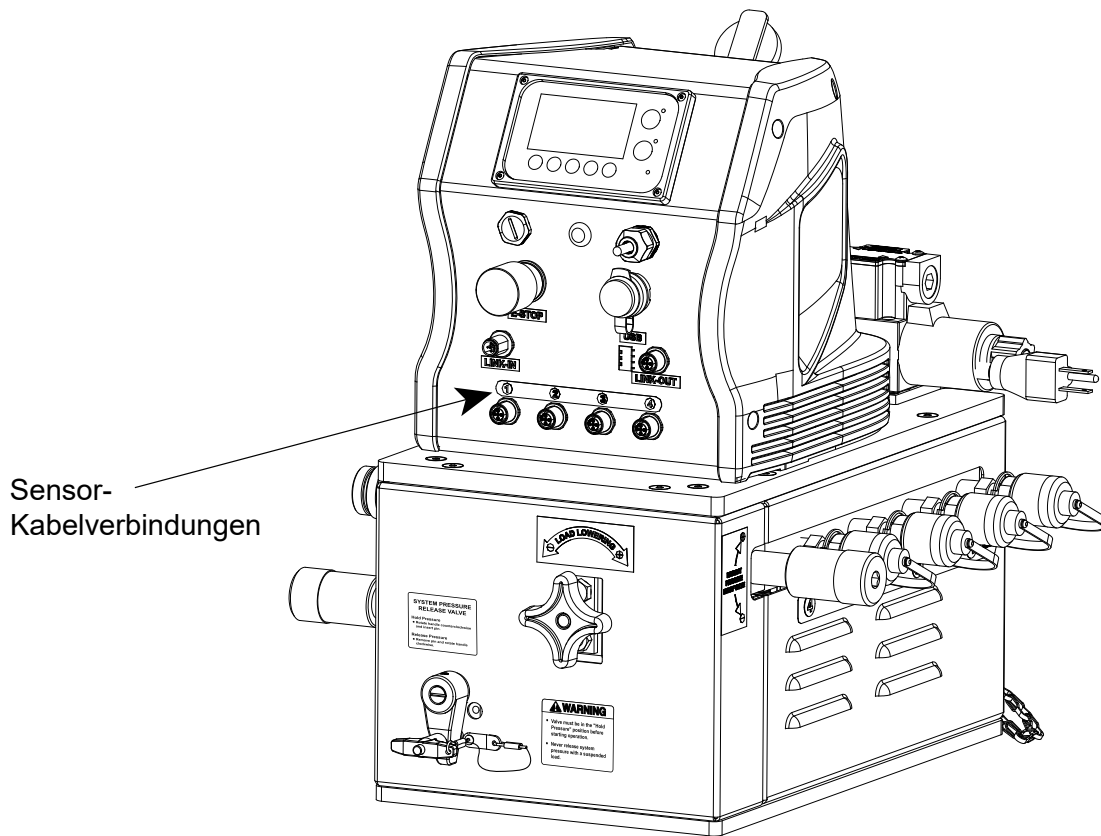

Abb. 7: Wegsensor-Installation
- A. Befestigen Sie die Wegsensoren in der Nähe jedes Hebepunkts. Vorzugsweise mit dem Magnetfuß der Wegsensoren nach unten (siehe Abbildung 7). Wenn der Sensor kopfüber an der Last hängt, könnte er sich lösen und beim Herunterfallen beschädigt werden.